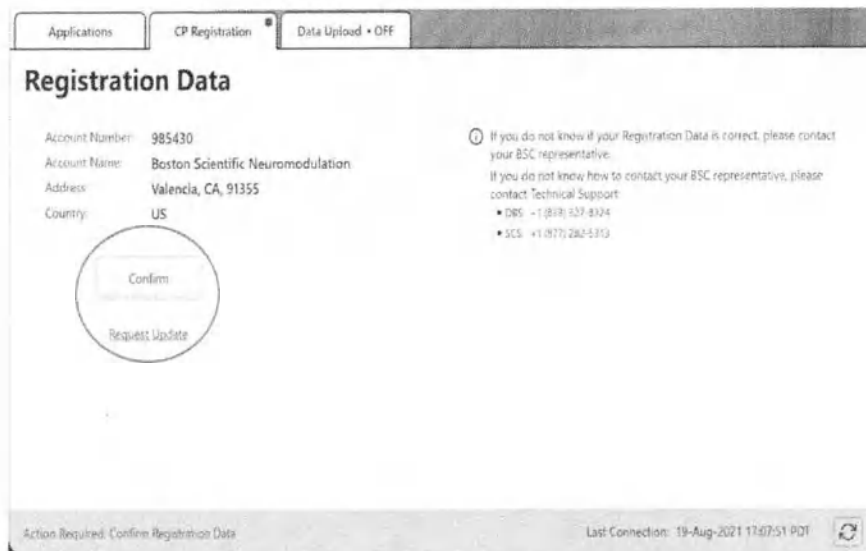

Рисунок 1. Вкладка регистрации КП
2. В AirWave перейдите во вкладку **CP Registration** (Регистрация КП) (Рисунок 1).
3. Проверьте регистрационные данные, в том числе: номер и имя учетной записи, адрес и страну (Рисунок 1).
- a. Если все данные верны, нажмите **Confirm** (Подтвердить) (Рисунок 1).
- b. Если какая-либо информация неверна, выберите **Request Update** (Запросить обновление) (Рисунок 1). Появится всплывающее окно с запросом на обновление регистрационных данных. В текстовых полях введите правильную информацию о КП и нажмите **Submit** (Подтвердить) (Рисунок 2).
5. Если вы выбрали **Request Update** (Запросить обновление), повторите попытку через 24–48 часов, чтобы убедиться, что данные обновлены. После обновления нажмите (Подтвердить) (Рисунок 1).